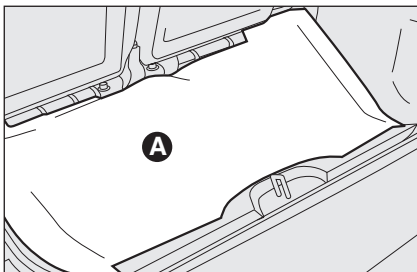

fig. 3
- ridicăți covorul de pe platforma compartimentului pentru bagaje **A-fig. 3**;
- puneți roata mică de rezervă **D**-fig. 3 în compartimentul aferent din portbagaj;